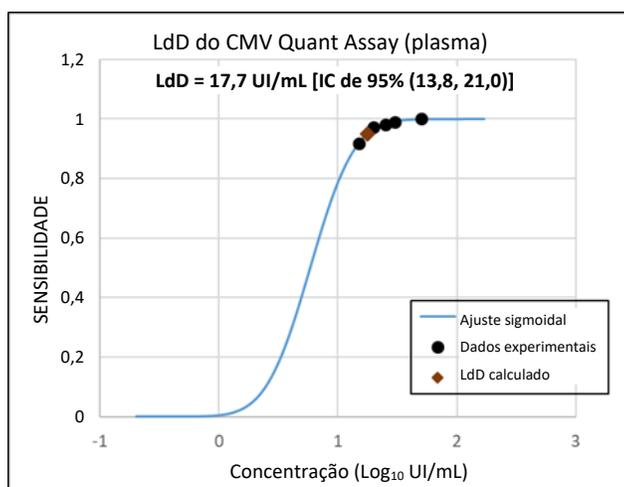

Figura 2: Análise Probit usada para determinar o LdD do NeuMoDx CMV Quant Assay em amostras de plasma
O LdD do NeuMoDx CMV Quant Assay em plasma para a variante gB1 foi determinado como sendo de 17,7 UI/mL (1,25 \log_{10} UI/mL) com um intervalo de confiança de 95% (IC) de 13,8–21,0 UI/mL, (1,14–1,32 \log_{10} UI/mL) [Figura 2]. O LdD entre genótipos é de 20,0 UI/mL (1,30 \log_{10} UI/mL) conforme determinado através da análise de taxa de identificação.